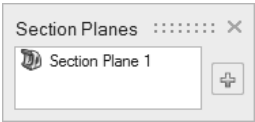

图 15-3
- 3) 单击剖面窗口中的添加剖切按钮, 如图 15-3 所示。